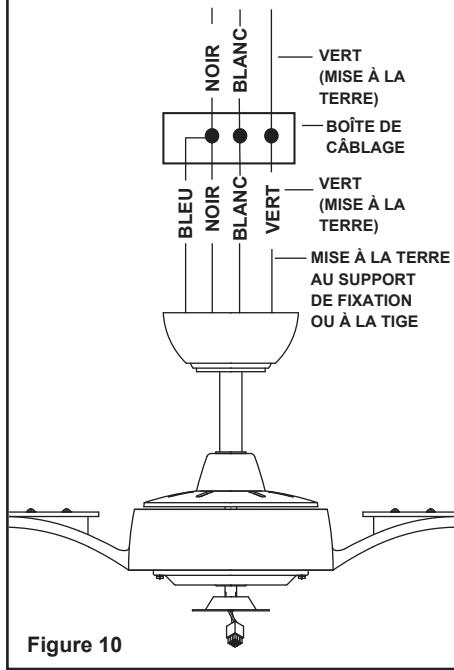

Figure 10
Étape 1. Branchez le conducteur de mise à la terre de l'alimentation de 120 V (peut être un fil nu ou un fil avec isolant de couleur verte) au(x) fil(s) de mise à la terre vert(s) du ventilateur. (Fig. 10)